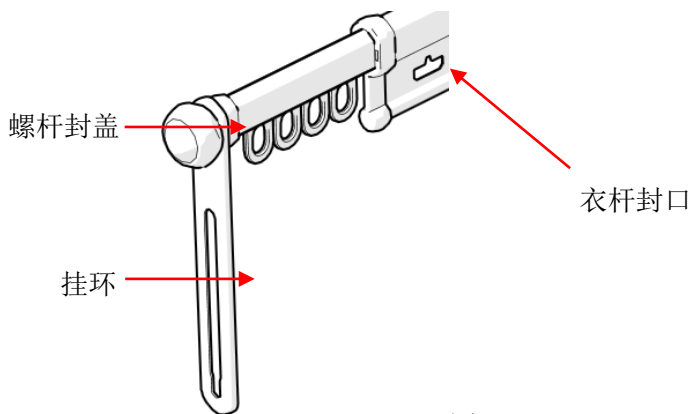

图 11
- d. 安装挂环：拧退衣杆上的螺杆封盖，然后将螺杆封盖与挂环固定在衣杆上，如图 11 所示。